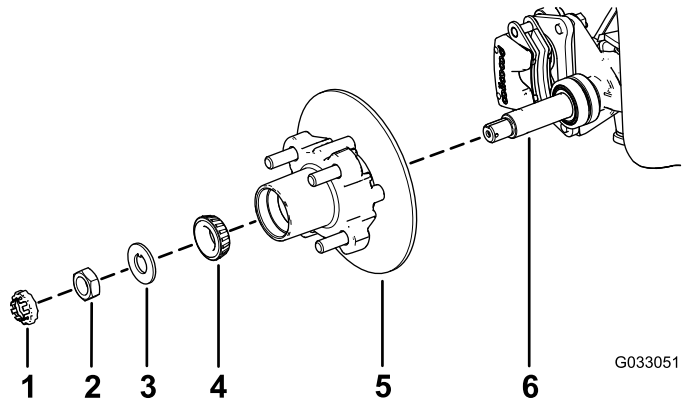

Figura 27
1. Aplicați un strat subțire de lubrifiant specificat pe ax (Figura 27).
2. Montați butucul și rotorul pe ax, cu rotorul în interior (Figura 27).
3. Montați rulmentul exterior pe ax și așezați rulmentul pe calea de rulare exterioară (Figura 27).
4. Montați aiba de siguranță pe ax (Figura 27).
5. Înfiletați piulia pe ax și strângeți-o la un cuplu de 15 N·m, în timp ce rotiți butucul pentru a fixa rulmentul (Figura 27).
2. Alinai plăcuele de frână de o parte i de alta a rotorului (Figura 23) i orificiile din suportul etrierului cu orificiile din suportul de frână al cadrului axului (Figura 27).